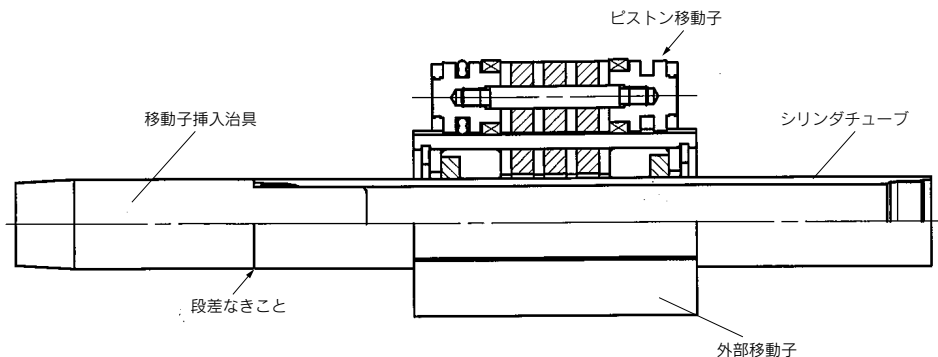

図5 正しい方向性(各移動子の中心に位置する)(φ10)
- (1) シリンダチューブ内周面にグリースを塗布してください。
- (2) ピストン移動子を外部移動子上に置いてください(φ6以外の場合)。φ6は各移動子の挿入方向性はありませんので作業不要です。
- (3) 図6のようにピストン移動子が外部移動子の中央で吸着できない場合は、ピストン移動子を180°反転して図5のよう
- (4) シリンダチューブに移動子挿入治具を挿入してください。
- (5) 各移動子が図5の状態であることを確認したうえで、グリースを塗布した外部移動子をシリンダチューブに挿入してく